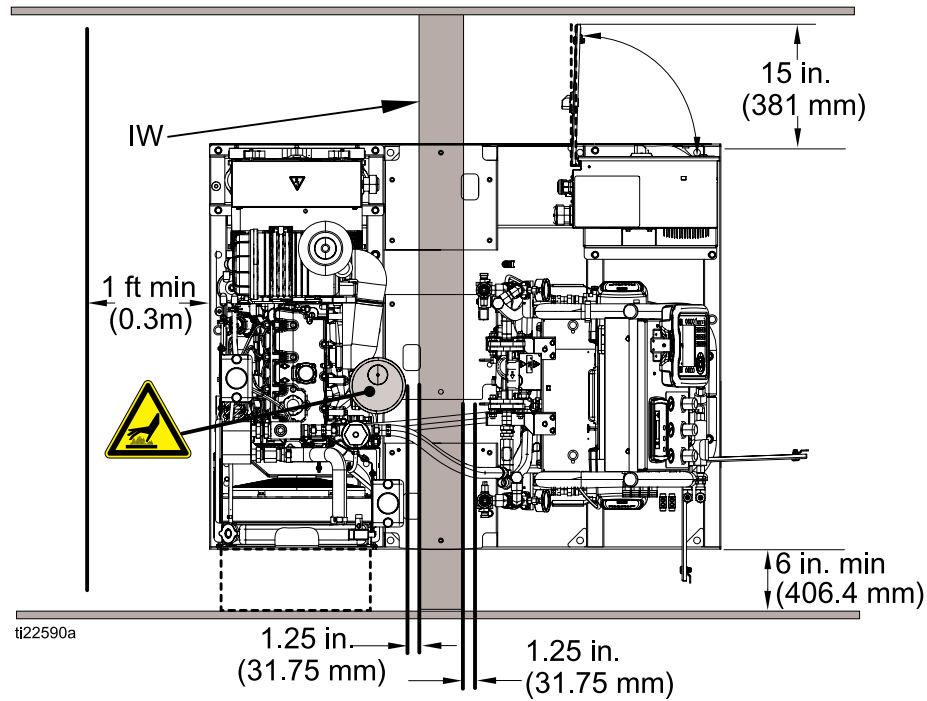

Figure 22 Sedd uppifrån med vägg
4. Installera vägg (IW) där bränsletanken var placerad. Säkerställ att det är minst 31,75 mm (1,25 tum) mellanrum mellan väggen och ljuddämparen. Se Fig. 22.